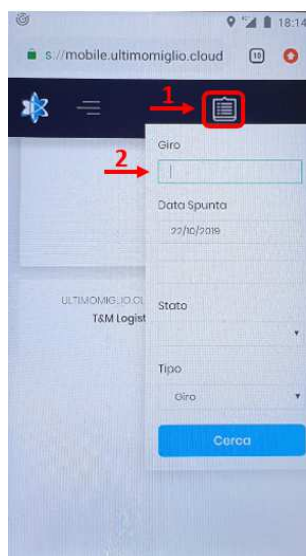

Figura 6
- premere il bottone in alto a destra indicato dalla freccia 1 in Figura 6
- inserire il numero di giro, indicato dalla freccia 2 in figura 6